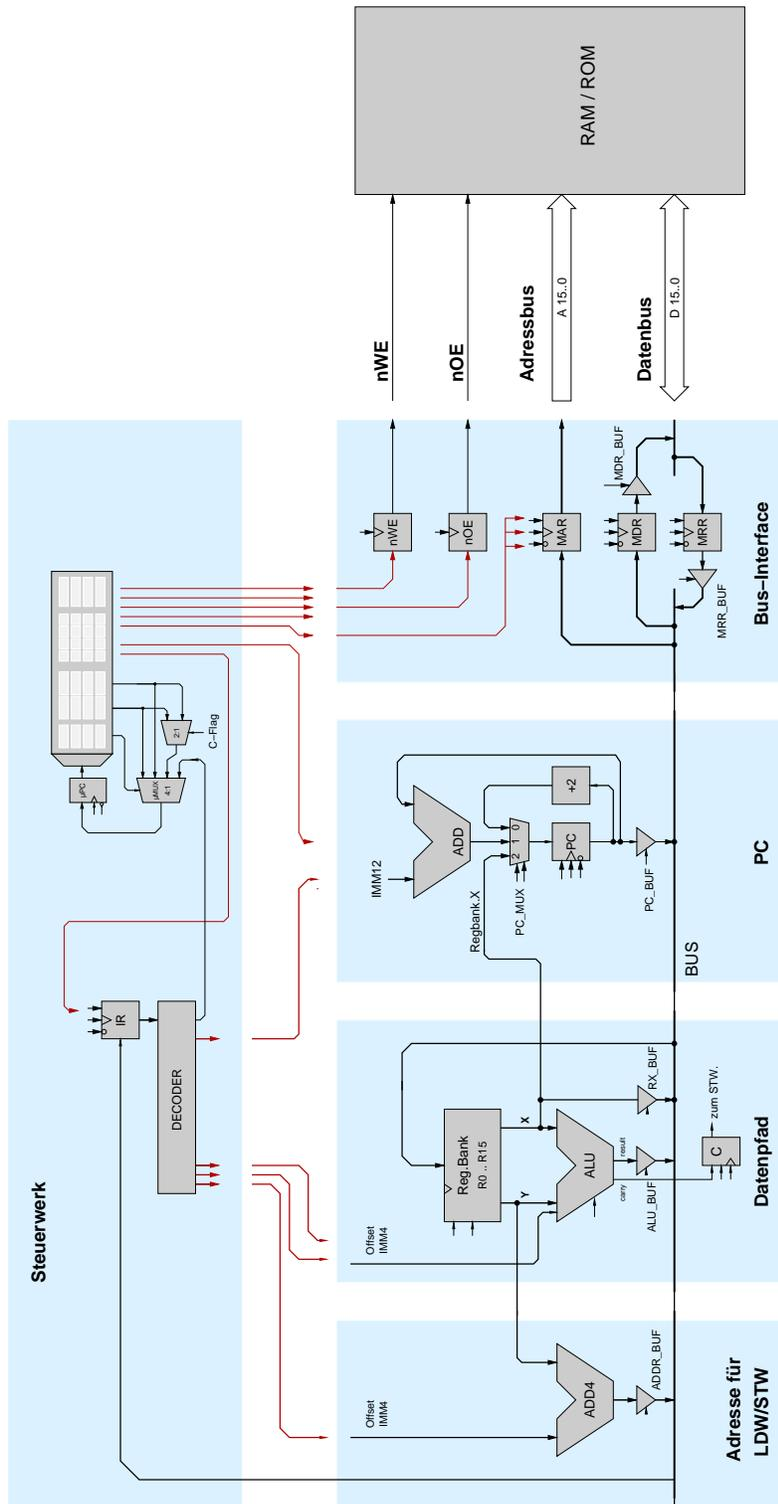

Abbildung 1: Blockschaubild des D-CORE Prozessors
**Aufgabe 1.1: Der D-CORE Prozessor** Öffnen Sie das Design `processor.hds` mit der vollständigen Logik des D-CORE-Prozessors inklusive Datenpfad, Speicherinterface, Befehlsdeko-der und Programmzähler. Verwenden Sie gegebenenfalls die Zoom-Funktion des Hades-Editors, um die gesamte Schaltung sehen zu können (vergleichen Sie mit Abbildung 1).
Im D-CORE werden, wie bei fast allen RISC-Architekturen, die noch freien Bits im Befehlsword des LDW-Befehls ausgenutzt, um einen vier-Bit Offset zu dem Inhalt von *RY* zu addieren. Dies erleichtert unter anderem den indizierten Zugriff auf die Elemente in zusammengesetzten Datentypen (etwa eine C struct). **Zur Adressberechnung aus Basisadresse und Offset dient dabei ein eigener Addierer – im Schaltbild des D-CORE liegt dieser ganz links im Operationswerk (vgl. Abbildung 1).**